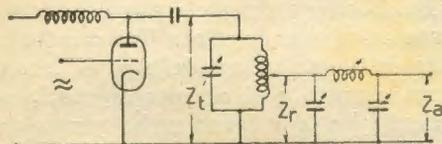

Fig. 1. - Accoppiatore Collins usato in combinazione ad un circuito antirisonante.
E' stato recentemente illustrato ai radianti italiani il noto circuito Collins (1) conviene qui segnalare che non è tuttavia obbligatorio usare tale circuito nel solo modo indicato; infatti, come si vedrà meglio in seguito, l'accoppiatore Collins non ha che lo scopo di effettuare una certa trasformazione di impedenza. Secondo quanto esposto nel lavoro ricordato, si ha la disposizione di fig. 1 nella quale il carico Z_a dovuto all'antenna od alla linea di alimentazione viene trasformato all'entrata dell'accoppiatore Collins nell'impedenza Z_r , e quindi, per tramite del circuito antirisonante L, C successivamente trasformato nell'impedenza Z_t , richiesta dal tubo amplificatore. Si effettua pertanto una doppia trasformazione di impedenza con un complesso di circuiti che oltre ad essere piuttosto co-
Esaminiamo subito se sia possibile semplificare le cose rispetto alla disposizione della fig. 1, infine passeremo a conside-